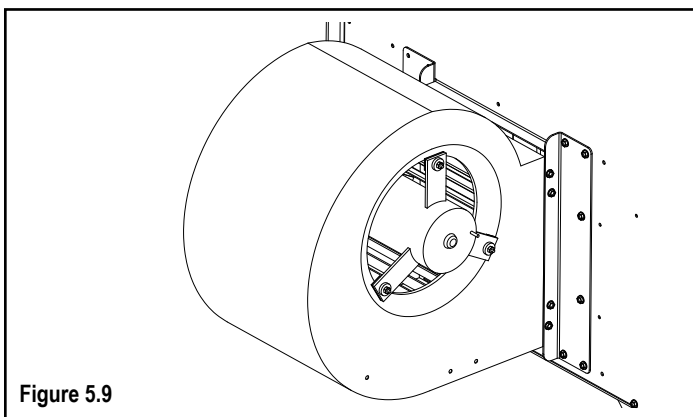

Figure 5.9
2. Installez le ventilateur doté des supports sur la chaudière, comme illustré sur la Figure 5.9. 6 vis Tek doivent être placées de chaque côté.